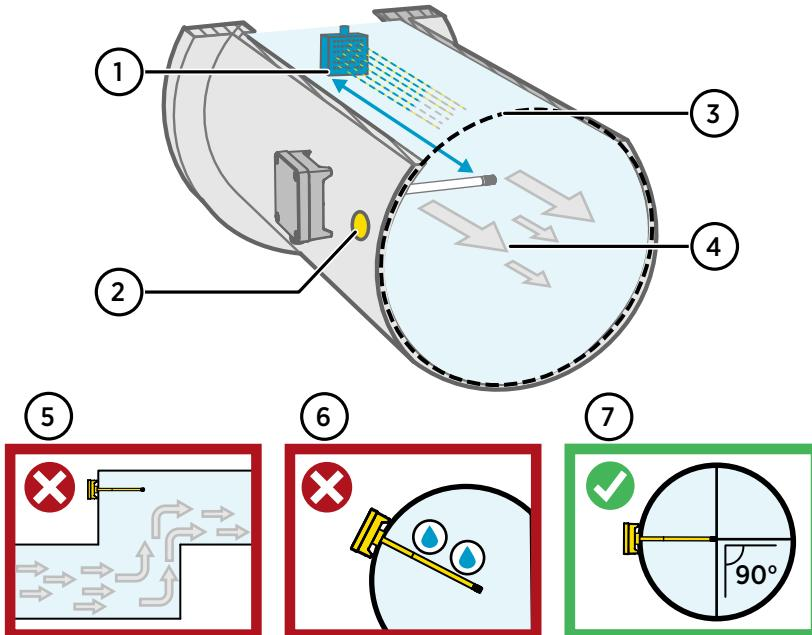

Figura 39 Información general de la instalación en conductos
- 4. Opcional: Taladre un segundo orificio para mediciones de referencia de aproximadamente 30 cm (12 pulg.) desde el orificio de instalación del transmisor. Consulte Figura 39 \(página 62\).